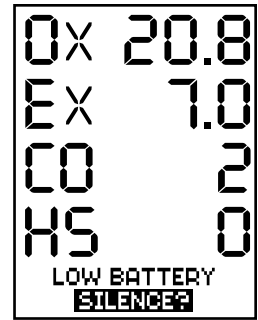

Fig. 24
- Sonido por "BATERÍA BAJA" (*LOW BATTERY*); se desactiva en 5 minutos (Fig. 24).